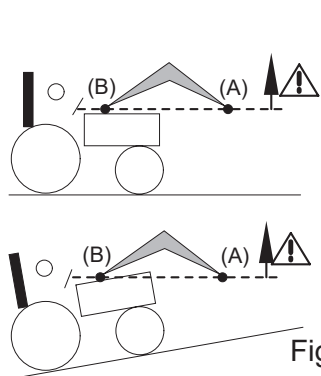

Fig. 2
- Durante la operación de elevación y durante el desplazamiento, no aparte la vista de la carga a partir del momento en que el punto de pivote del implemento (A) sobrepase la horizontal del punto de pivote de la pala cargadora (B) (consulte la fig. 2). Si es necesario, corrija la posición del implemento para que la carga no se dirija nunca hacia el conductor (consulte la fig. 3).
**! PELIGRO:** Si la carga no está correctamente asegurada, el operario corre el peligro de que la carga se caiga cuando el punto de pivote del implemento (A) sobrepase la horizontal del punto de pivote de la pala cargadora (B) (consulte la fig. 2).
**PELIGRO:** Queda prohibido hundir la pala cargadora cuando el punto de pivote del implemento (A) sobrepase la horizontal del punto de pivote de la pala cargadora (B) (consulte la fig. 2).